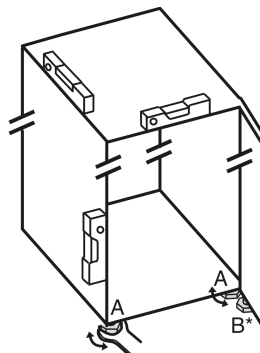

Fig. 34
- Odvrnite podesive nožice Fig. 34 (A) priloženim viličastim ključem i libelom prema van dok uređaj ne stoji čvrsto i ravno.
- Odvijte podesivu nožicu Fig. 34 (B) na podlošku ležaja priloženim viličastim ključem dok se ne podupre o pod.
► Okrenite podesivu nožicu Fig. 34 (B) dalje za najviše 90° kako biste izbjegli oštećenje vrata.